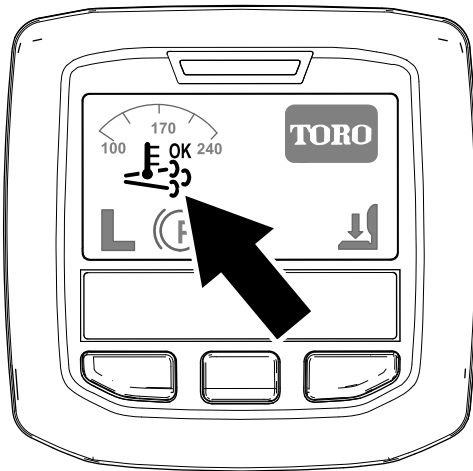

Figure 25
- L'icône de régénération assistée/réinitialisée s'affiche dans l'InfoCenter (Figure 25).